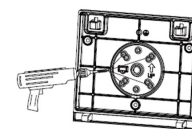

Fig. 1.3
4. Percer les trous de montage nécessaires sur la plaque de montage du luminaire à l'aide d'une perceuse électrique (Fig. 1.3).